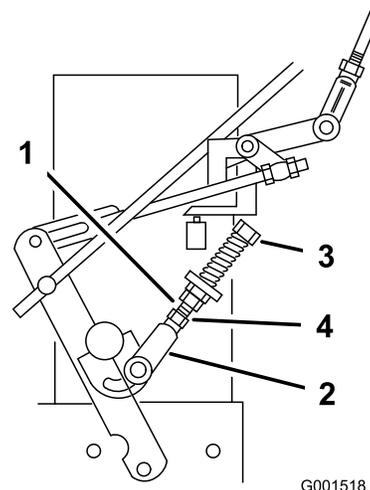

Figure 37
9. Si la roue tourne quand le levier de déplacement est maintenu au point mort, il faut régler les timonerias de commande du point mort (Figure 37). Si la roue s'arrête, passez à l'opération 12.
10. Desserrez l'écrou contre la chape de timonerie de commande de point mort (Figure 37).
11. Ajustez la timonerie de commande du point mort jusqu'à ce que la roue motrice correspondante s'arrête quand le levier de commande est tiré contre le ressort de point mort (position point mort) (Figure 37).
12. Tournez le boulon de réglage d'environ 1/4 de tour dans le sens horaire si la roue tourne en arrière, ou d'environ 1/4 de tour dans le sens antihoraire si la roue tourne en avant (Figure 37).